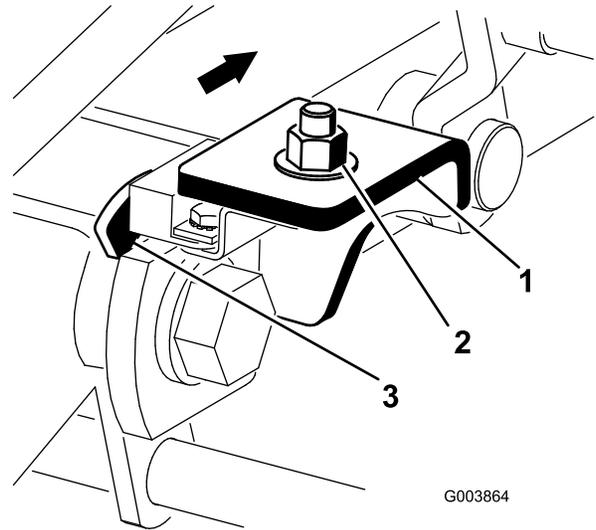

Figura 14
2. Allentate il dado del bullone a testa tonda che fissa la staffa portainterruttore del braccio di sollevamento al braccio di sollevamento n° 4 (anteriore sinistro) (Figura 14).